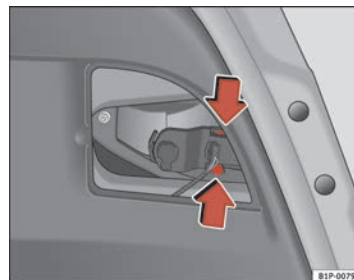

Fig. 172 Desmontaje del portalámparas
- Saque el portalámparas presionando las patillas de sujeción y extraígalo hacia afuera ⇒ fig. 172.